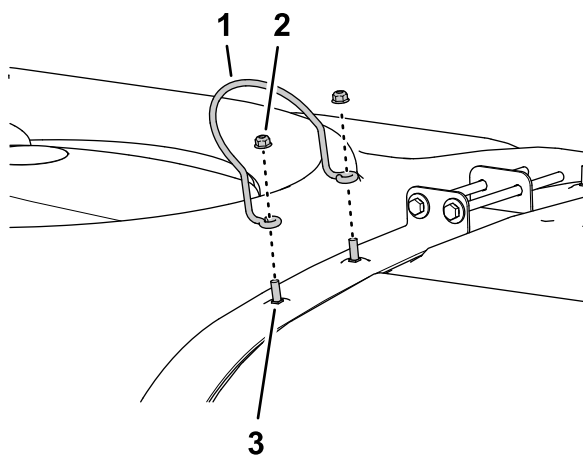

Figura 12
1. Rimuovete i 2 dadi di bloccaggio flangiati che fissano il fermo del coperchio del serbatoio ai 2 bulloni a testa tonda nella cinghia posteriore del serbatoio dell'irroratrice e rimuovete il fermo del coperchio del serbatoio (Figura 12).